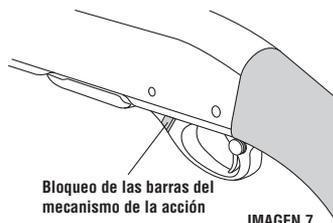

IMAGEN 7
1. Empuje hacia arriba el bloqueo de las barras del mecanismo de la acción. Véase la Imagen 7.